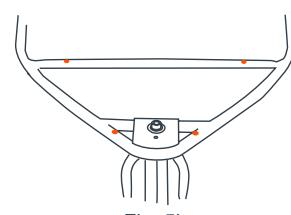

Fig. 5b
- Ces tubes doivent être alignés avec les trous du cadre avant (Fig. 5b).